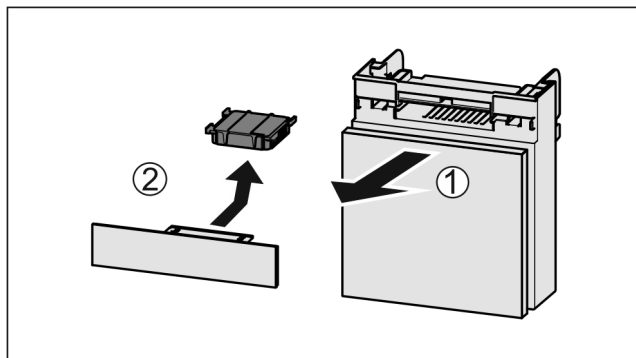

Fig. 182
- ▶ 向前拉出 Fig. 182 (1) 抽屉。
- ▶ 取出 Fig. 182 (2) 活性炭过滤器。